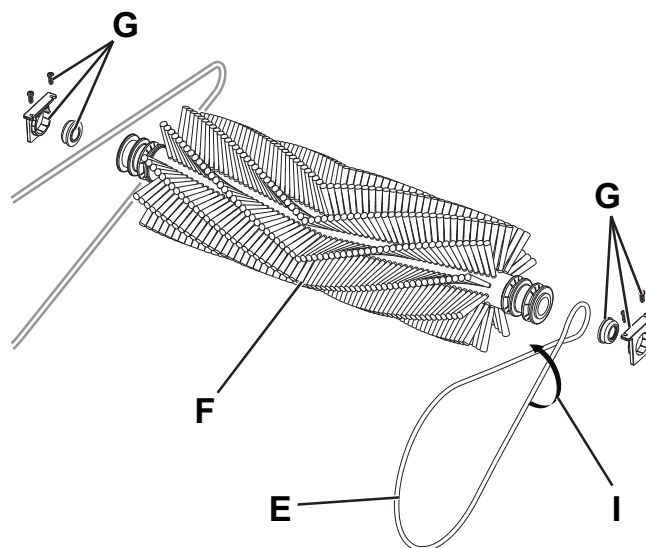

Figure 2
5. Extraire la courroie motrice (E, Fig. 2) du logement sur le balai central (F).
6. Enlever le balai central (F), récupérer les vis, les supports et les roulements (G) pour le montage successif.
- Monter et positionner la courroie de transmission courte en la croisant comme indiqué (I, Fig. 2).